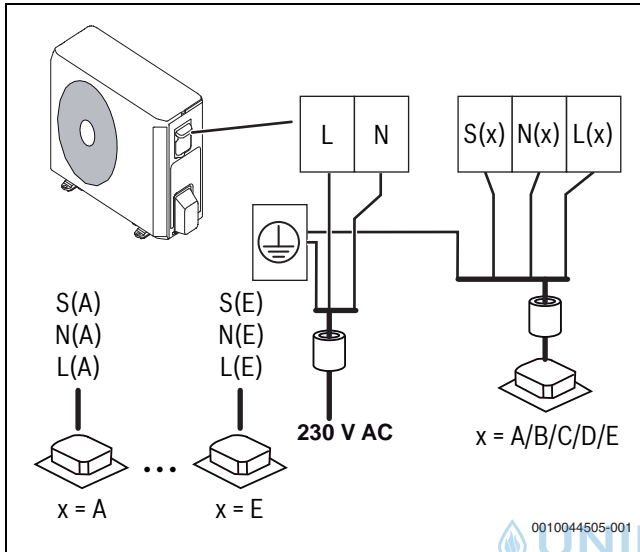

Bild 20 Außeneinheit anschließen
- ▶ Die Kommunikations-Kabel an der Zugentlastung sichern und an den Klemmen L(x), N(x), S(x) und  $\perp$  anschließen (Zuordnung der Adern zu den Anschlussklemmen wie bei der Inneneinheit) (→ Bild 20).